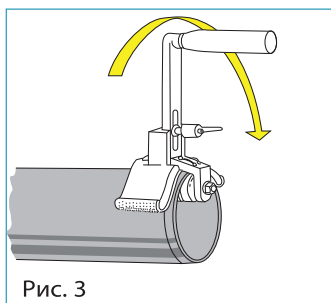
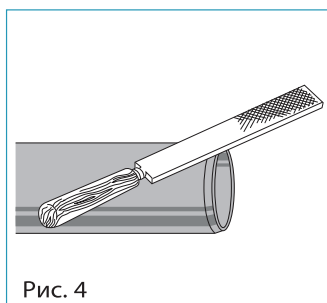

Рис. 3
Рис. 4
На рис. 3 показан пример установки ревизии и перехода водосточного стояка в горизонтальный отвод с использованием полимерных труб и компрессионных фитингов.
На рис. 4 показан пример установки ревизии и перехода водосточного стояка из полимерных труб D110 в горизонтальный отвод из стальных труб D108.
- б) С обрезанного края трубы следует снять фаску под углом 15° , применяя специальный инструмент для снятия фаски (рис. 3), либо бархатный напильник (рис. 4). Поверхность фаски должна быть гладкой во избежание повреждения кольцевого уплотнения при монтаже.